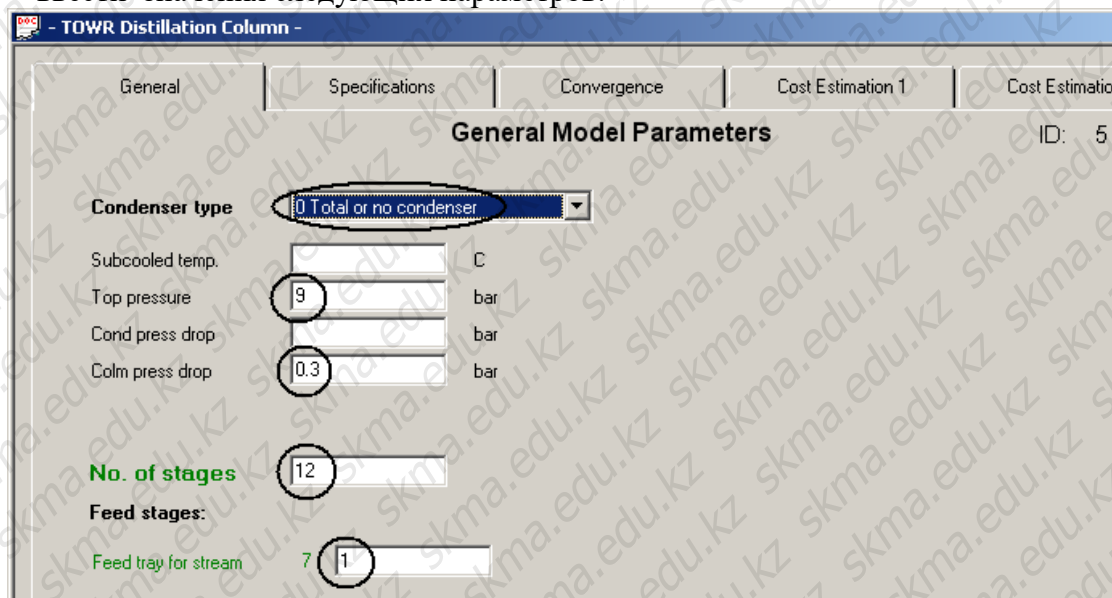

Рис. 4. Настройка колонны ID №6. Вкладка «General».
- Для стабилизатора. Выбрать вкладку **General (Общая конфигурация)** – см. Рис. 4 – и ввести значения следующих параметров: